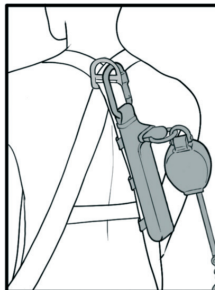

fig.3
3. Zur Fixierung der Stoßdämpfungseinheit bringen Sie die Klettverschlüsse am entsprechenden Gurtbandabschnitt des Fallbrems- und Absturzsicherungsgurts an (Abb. 3).